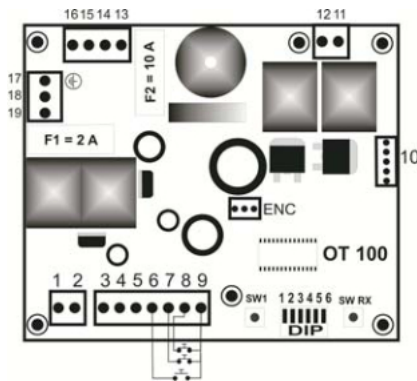

fig. 2
2.1.1 - Pour un fonctionnement sans photocellules, vous devez placer un SHUNT (un branchement) entre le bouton 9 (COM) et le 8 (PHOTO) et disposer le DIP4 sur ON (voir figure.2)
2.1.1 - To work without photocells we have to shunt (connection) between contact pin 9 (COM) and pin 8 (PHOTO) and place DIP switch 4 in ON, see figure 2
4.1.1.1 - Le bouton devra être branché de la manière suivante, branchez un des fils au bouton 9 (COM) et l'autre au 6 (OpenA) (voir figure.2).
4.1.1.1 - The push-button will have to be connected in the following way, connect one of the wires to pin 9 (COM) and the other to pin 6 (OPEN A) , see figure 2